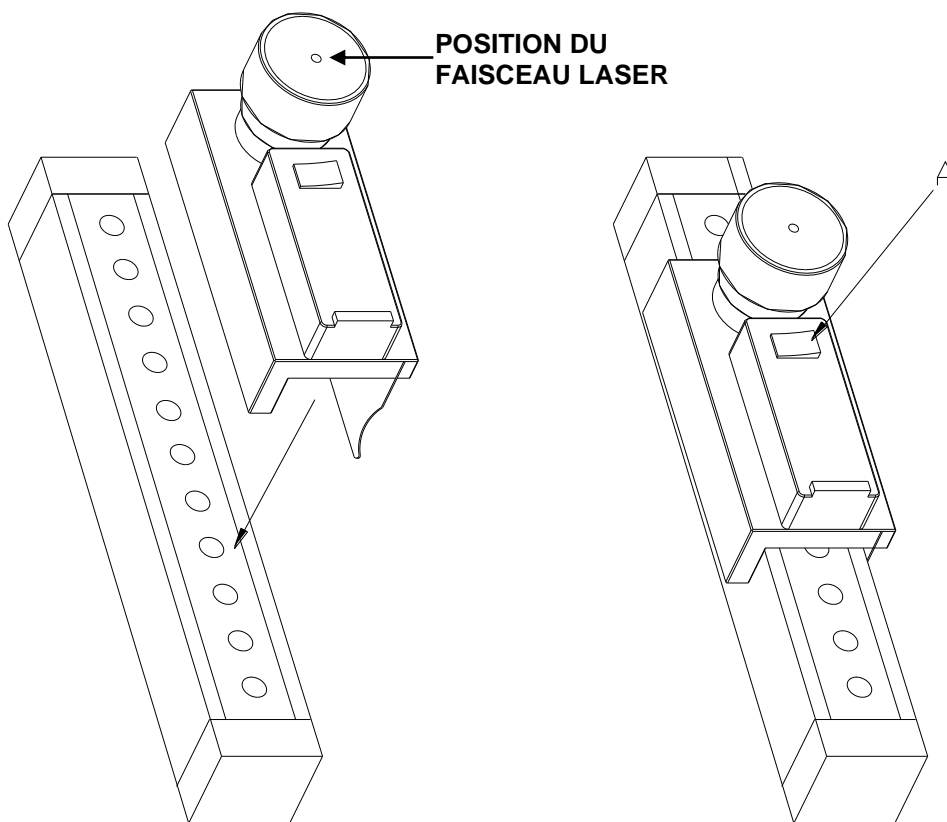

Figure 1
- Mettre le dispositif en marche au moyen de sa commande ON/OFF (**fig.1 détail A**).
**→ Lorsque vous répétez le test, ne placez jamais le LAD4 à l'envers: le faisceau laser doit toujours être positionné comme indiqué sur la figure 1.**